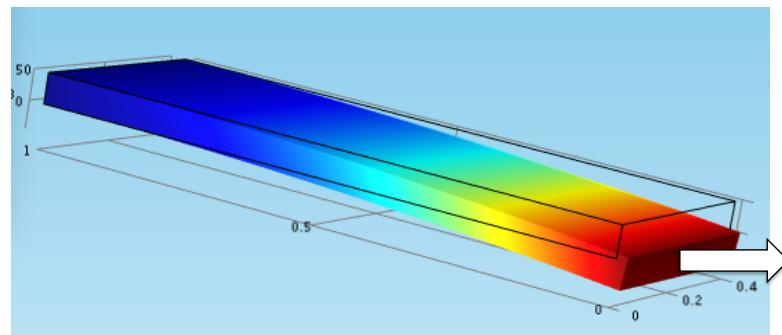

Figure 1: Plaque stratifiée en traction.
4. La plaque stratifiée représentée ci-dessous est encastrée à gauche et soumise à une traction uniforme sur la face droite. Elle présente alors la déformée représentée sur la figure 1. Proposez une stratification à partir de couches unidirectionnelles de même nature pouvant conduire à une telle déformée. Justifier brièvement ce résultat à partir de considérations sur la matrice de comportement intégrée. Proposez une solution pour éviter ce type de comportement.